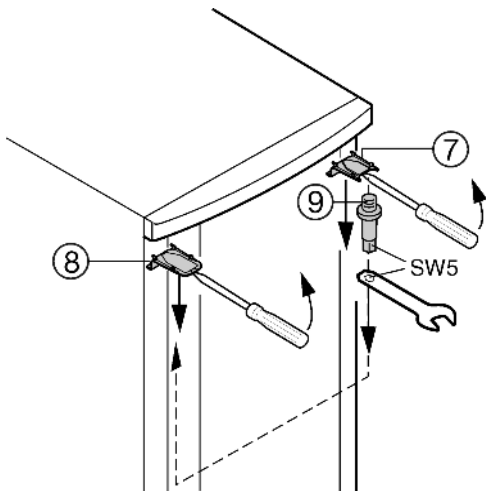

Fig. 5
- ▶ Верхнюю крышку Fig. 5 (7) и крышку Fig. 5 (8) с помощью отвертки выведите вперед из фиксатора и снимите, наклоняя вниз.
- ▶ Выкрутите опорный палец Fig. 5 (9) и вкрутите на противоположной стороне **с усилием мин. 4 Нм.** Используйте при этом внутренний шестигранник имеющегося в комплекте вильчатого ключа.
- ▶ Снова установите крышку Fig. 5 (7) на стороне опорного пальца: насадите сзади, защелкните спереди.
- ▶ Установите крышку Fig. 5 (8) на противоположной стороне: насадите сзади, защелкните спереди.
- ▶ Навесьте дверцу на опорный палец Fig. 5 (9) и закройте ее.